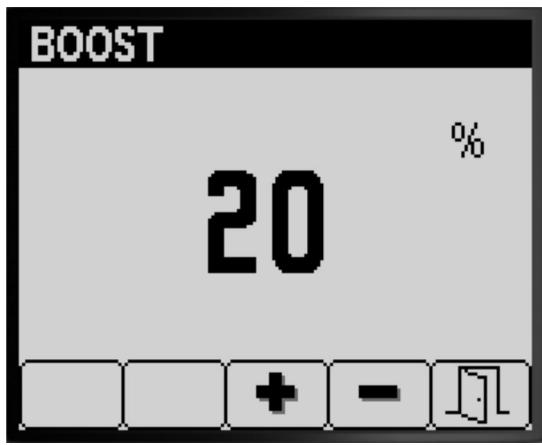

Рисунок 9
2. Для выбора настройки Boost % (Увеличение интенсивности опрыскивания в процентах) нажмите кнопку 4 (Рисунок 9).
- Нажмите кнопки 3 или 4, чтобы увеличить или уменьшить процент увеличения интенсивности опрыскивания (Рисунок 9).